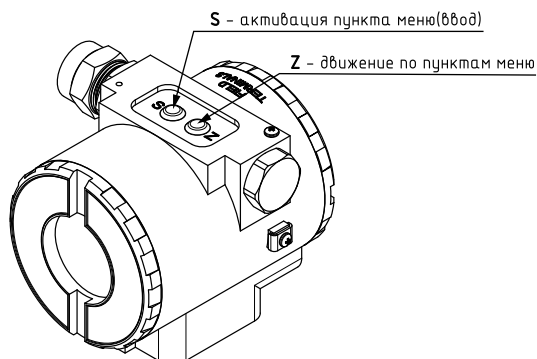

Рисунок 7.2 – Кнопки управления для локальной настройки:
7.4.2 Для выполнения настройки необходимо отвернуть винт в правом верхнем углу, фиксирующий верхнюю крышку, и сдвинуть в сторону. Под крышкой находятся кнопки управления рисунок 7.2.